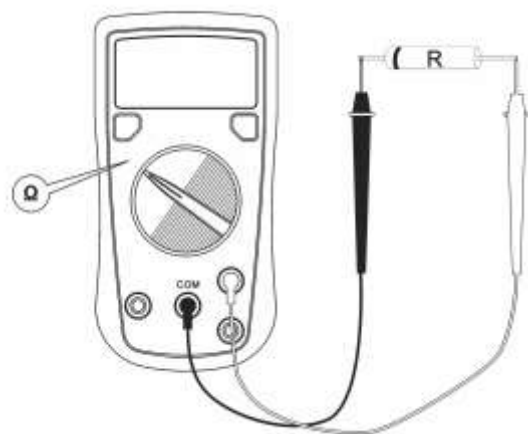

Fig. 4
D. Măsurarea rezistenței (vezi fig. 4)